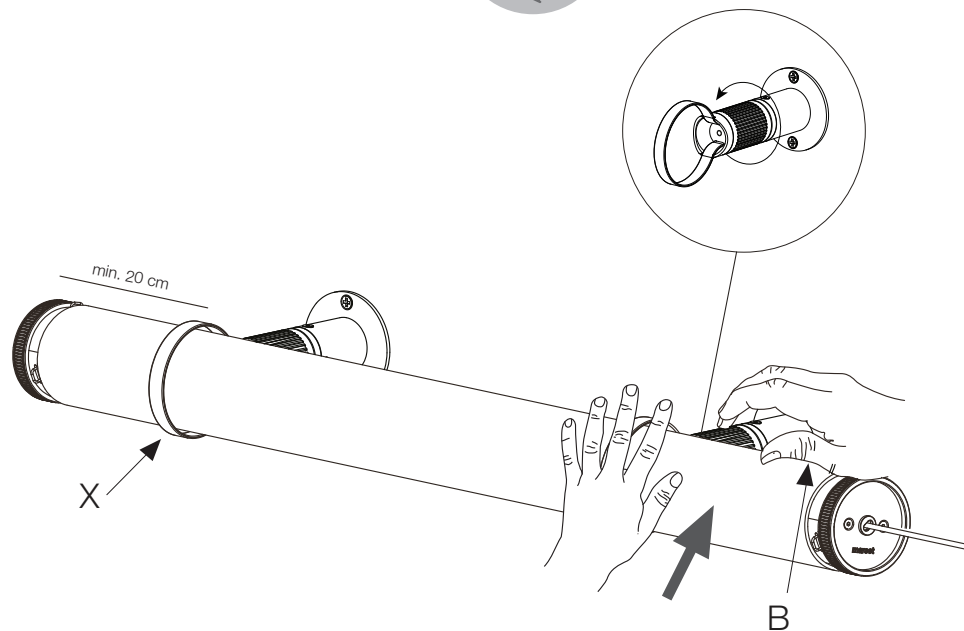

Fig 3.1.
3.1. With one hand, press strap (X) as shown in figure 3.1, and with the other hand screw the knurled cylinder until the glass tube is securely fastened.
3.1. D'une main, appuyez sur l'anneau (X) comme indiqué sur la figure 3.1. et de l'autre, vissez le cylindre moleté jusqu'à ce que le tube de verre soit solidement fixé.
3.1. Den Bügel (X) wie in Abbildung 3.1. dargestellt mit einer Hand zusammendrücken und mit der anderen Hand den gerändelten Zylinder festschrauben, bis das Glasrohr sicher befestigt ist.